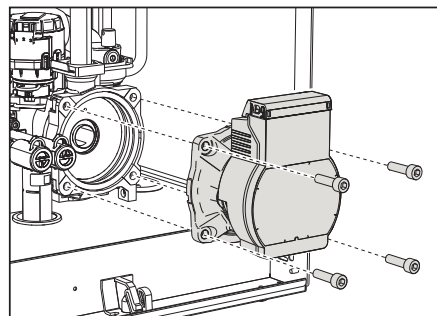

fig. 40
- Deșurubați și scoateți grupul motor al pompei de circulație (fig. 40)